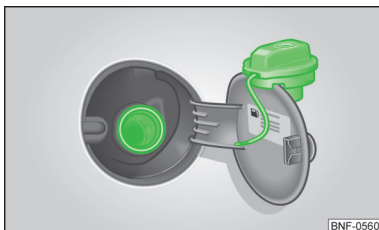

Fig. 93
Pe interiorul clapetei rezervorului este menționat combustibilul prescris pentru autovehiculul dumneavoastră » fig. 93 la pagina 105.
- Desfaceți bușonul rezervorului rotind în sens antiorar și fixați-l de sus pe clapeta rezervorului » **fig. 93.**